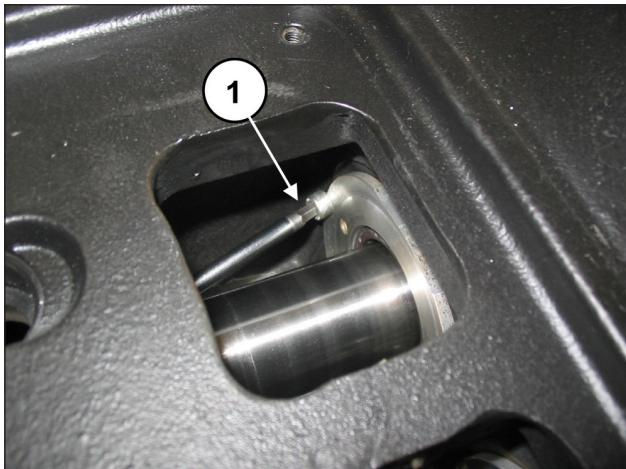

Abb. 157
Lösen Sie die zwei Befestigungsschrauben des Ölabstreifring-Deckels (Pos. ①, Abb. 157).